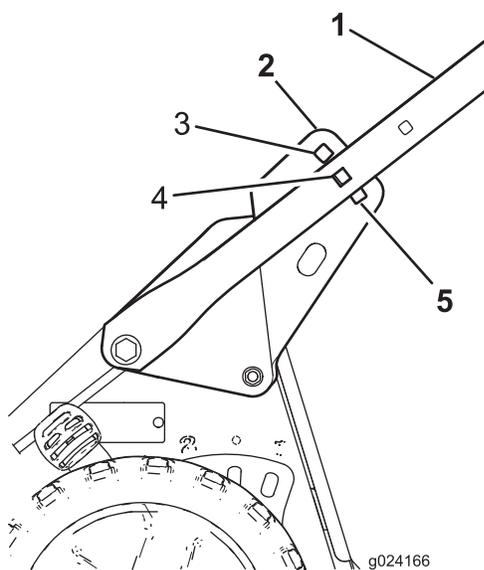

Figure 4
4. Tenez-vous derrière la machine à la position d'usage pour déterminer quelle hauteur du guidon vous convient le mieux (Figure 4).